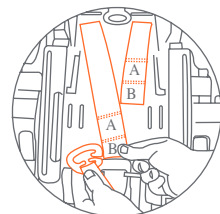

Fig. 28-1
5. Dé, vuelta el asiento, ubique la placa reguladora del cinturón cerca de la base del asiento (Fig. 28-1). Quite los dos tirantes del arnés de la placa reguladora del cinturón. Desde la parte delantera del asiento, pase los tirantes del arnés a través de las aberturas del área de los hombros y la almohadilla del asiento.